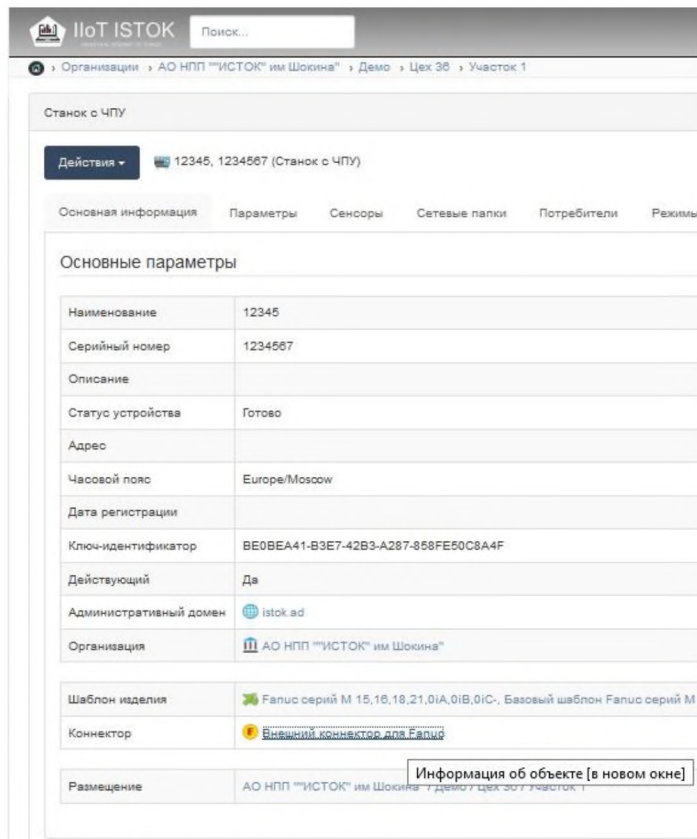

Рисунок 73 – Переход в окно информации о коннекторе
- 3) На странице изделия нажмите на ссылку с названием коннектора (рис. 73).